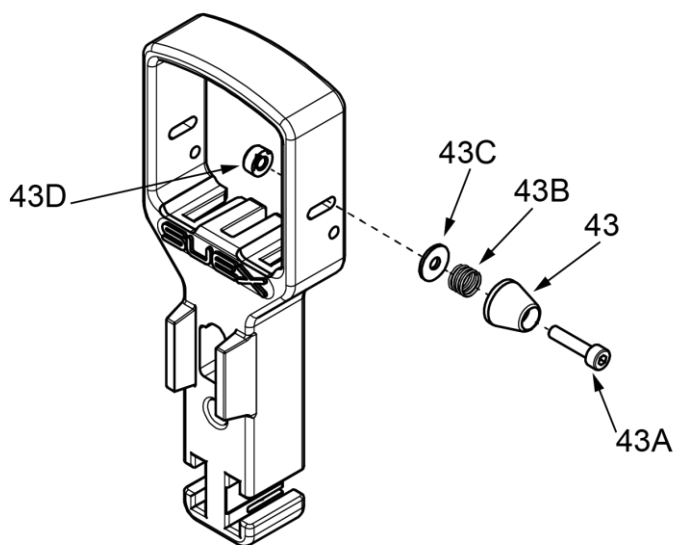

Fig 21 - Posizionare il Cruise control sul lato destro
- svitare la vite (43A) trattenendo il dado (43D **Fig 21 - a pag. 18**) (servirsi degli attrezzi forniti a corredo),
- riposizionare tutti i componenti del Cruise control sul lato destro della maniglia rispettandone la sequenza (si veda **Fig 21 - a pag. 18**).